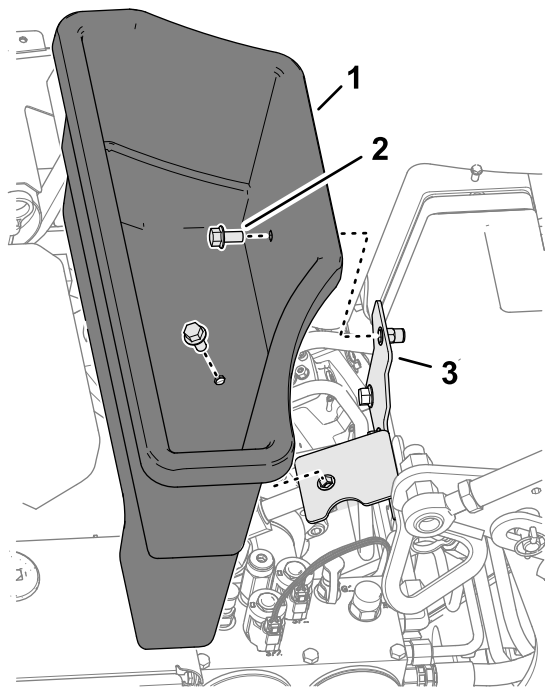

Bild 115
3. Entfernen Sie die beiden Bundkopfschrauben, mit denen die Aufbewahrungsbox an der Boxhalterung befestigt ist (Bild 115).